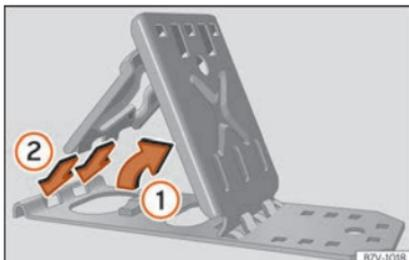

Fig. 103 Déplier les cales pliantes.
- Levez la plaque d'appui »» fig. 103 ①.
- Introduisez les deux « agrafes » de la plaque de fixation dans les orifices allongés de la plaque de base ②.